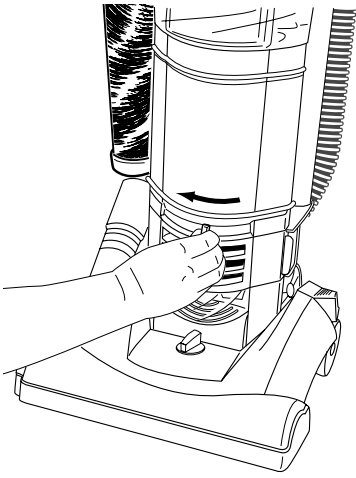

FIG. 11
Step 1: Remove dust cup by sliding dust cup lever from right to left (FIG. 11).
Étape 1 : Pour enlever le collecteur à poussière il faut pousser le levier du collecteur à poussière de droite à gauche (FIG. 11).
Paso 1: Quite el recipiente para polvo deslizando de derecha a izquierda la palanca del recipiente para polvo (FIG. 11).